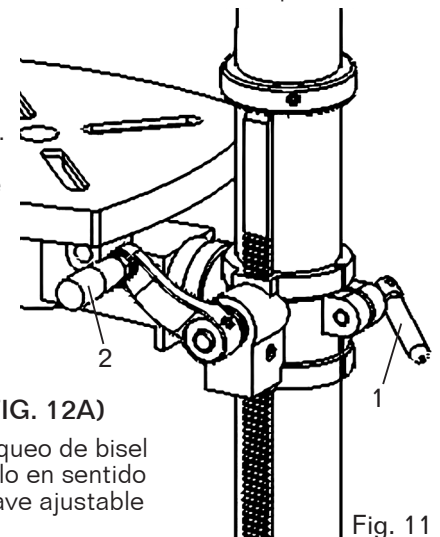

Fig. 11
## SUBIR O BAJAR LA MESA (FIG. 11)
1. Afloje la manija de bloqueo del soporte (Fig. 11 - 1) y gire la manivela (Fig. 11 - 2) hasta que la mesa esté a la altura deseada.
## GIRAR LA MESA (FIG. 11)
1. Afloje la manija de bloqueo del soporte (Fig. 11 - 1) y gire la mesa alrededor de la columna hasta la posición deseada.